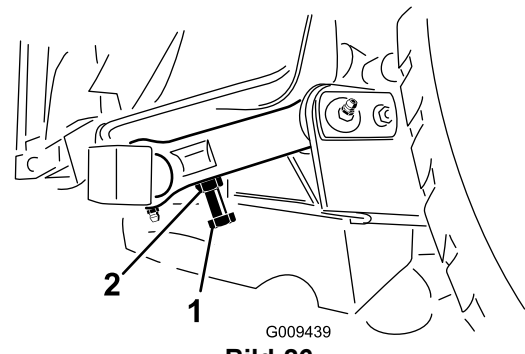

Bild 26
3. Sie können den Abstand mit der Einstellschraube am hinteren Gelenkverbindungsteil des Mähwerks einstellen (Bild 26).